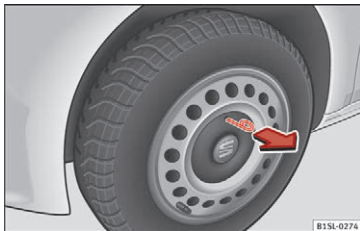

Fig. 50 Sådan trækkes centerkapslen af stål-fælgen.
- Hægt trådbøjlen fra bilens værktøj på kanten af centerkapslen for at afmontere » **Fig. 50**.